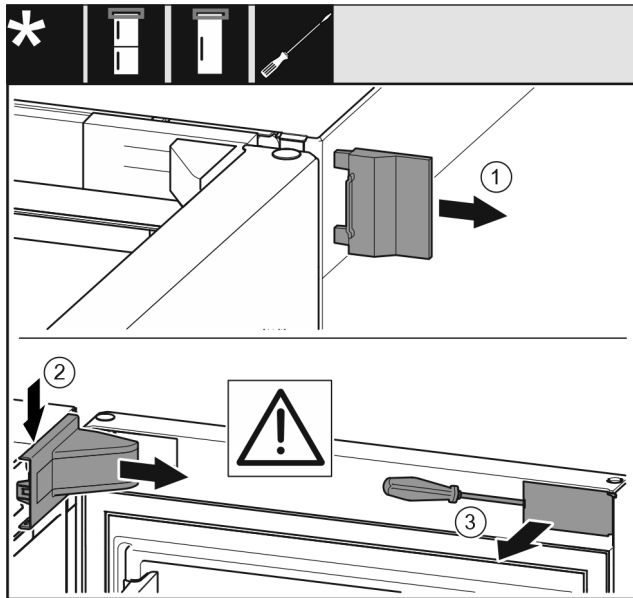

Fig. 6
- ▶ 取下外盖。Fig. 6 (1)
- ▶ 拆卸并松开托架盖。取下托架盖。Fig. 6 (2)
- ▶ 使用带槽螺丝刀松开隔板并把它转到一边。Fig. 6 (3)